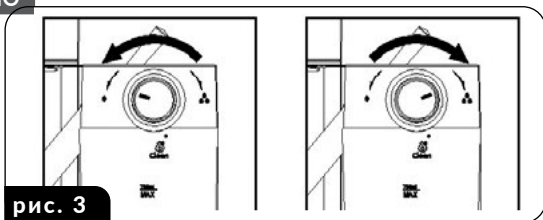

рис. 3
кості піни (рис.3). Ви також можете регулювати інтенсивність піни під час процесу спінювання.
**УВАГА! Перед приготуванням кави LATTE відрегулюйте кількість спіненого молока відповідно до ваших уподобань, повернувши ручку дозатора (23) вліво, щоб отримати більше піни, або вправо, щоб зменшити кількість піни (рис.3). Ви також можете регулювати інтенсивність піни під час процесу спінювання.**
1. Встановіть обраний фільтр (13) у колбу (10), наповніть її кавою і встановіть колбу в кавоварку.
2. Переконайтеся, що в резервуарі для води (15) є необхідна кількість води, а в резервуарі для молока (19) - необхідна кількість молока.